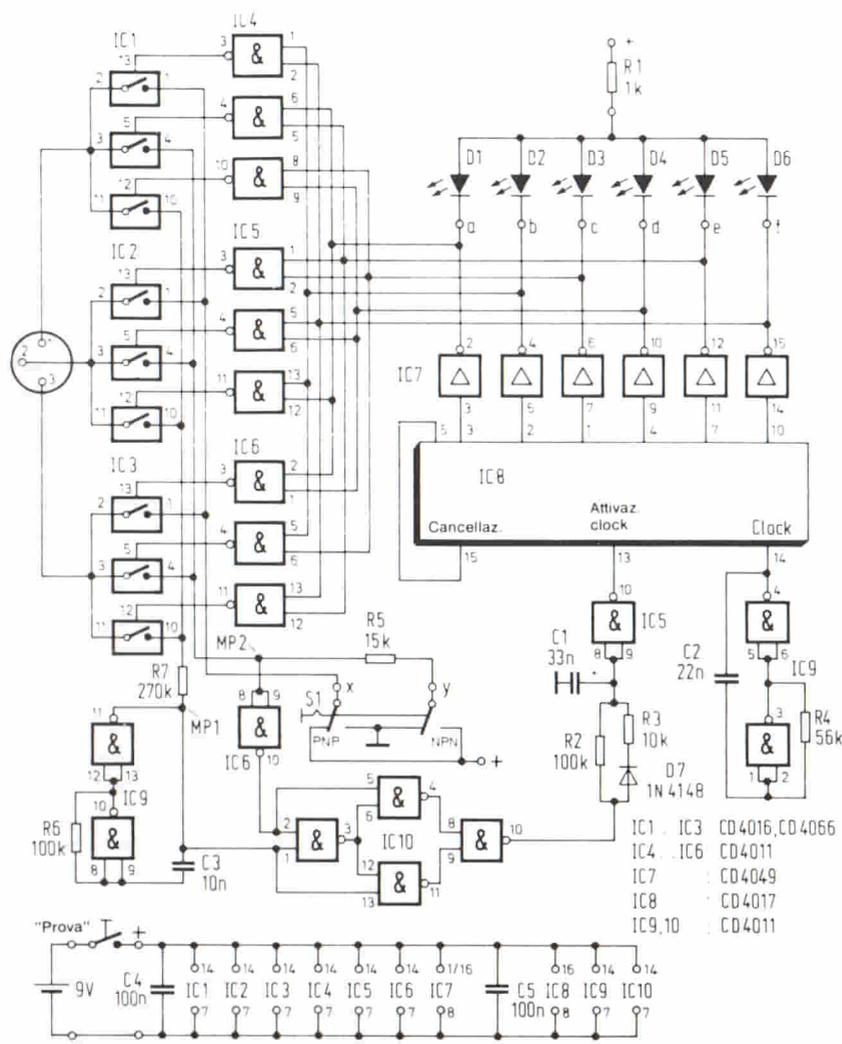

Fig. 1. Schema completo del provatransistori. I tre collegamenti al transistore in prova vengono effettuati mediante uno zoccolo oppure tre boccole.
**Fig. 1 - Ricevitore a conversione diretta con il c.i. ZN 414. Le due parti del circuito vengono montate separate; per l'iniezione della frequenza di eterodina, l'oscillatore viene semplicemente fissato vicino al ricevitore.**